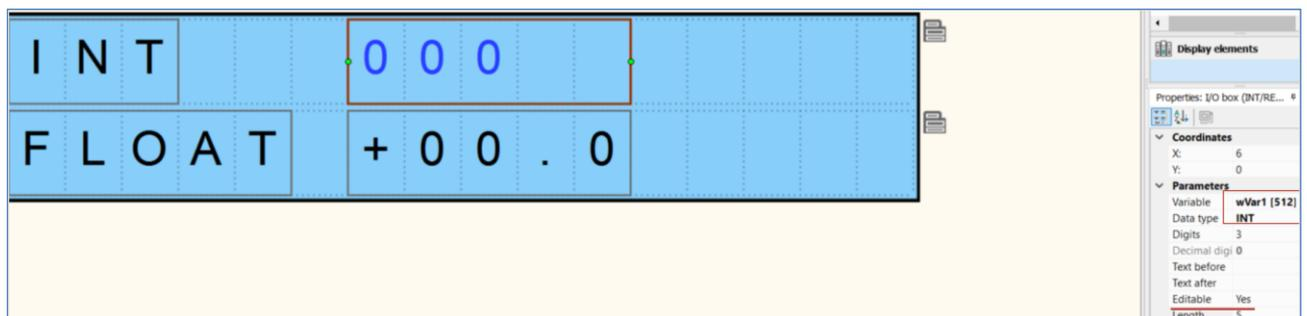

Abb. 16.3
1.4. Fügen Sie I/O-Elementen vom Typ INT und REAL zur Displayform hinzu (Abb. 16.3).